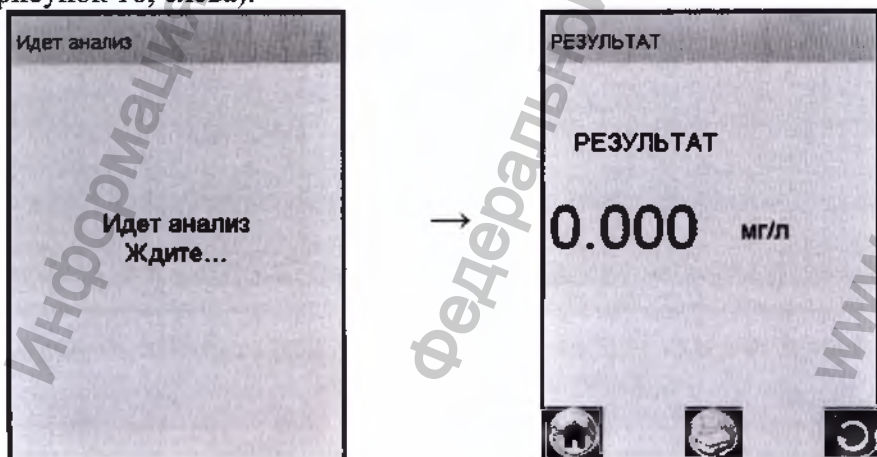

Рисунок 18 – Предьявление результата измерения
2.7.14 После отбора пробы воздуха производится измерение массовой концентрации паров этанола в отобранной пробе, при этом на экране отображается сообщение «Идет анализ Ждите...» (рисунок 18, слева).
После того как анализ пробы произведен, в сопровождении щелчка срабатывания заборной системы, на экране предьявляется результат измерения массовой концентрации паров этанола (алкоголя) в отобранной пробе выдыхаемого воздуха (рисунок 18, справа).